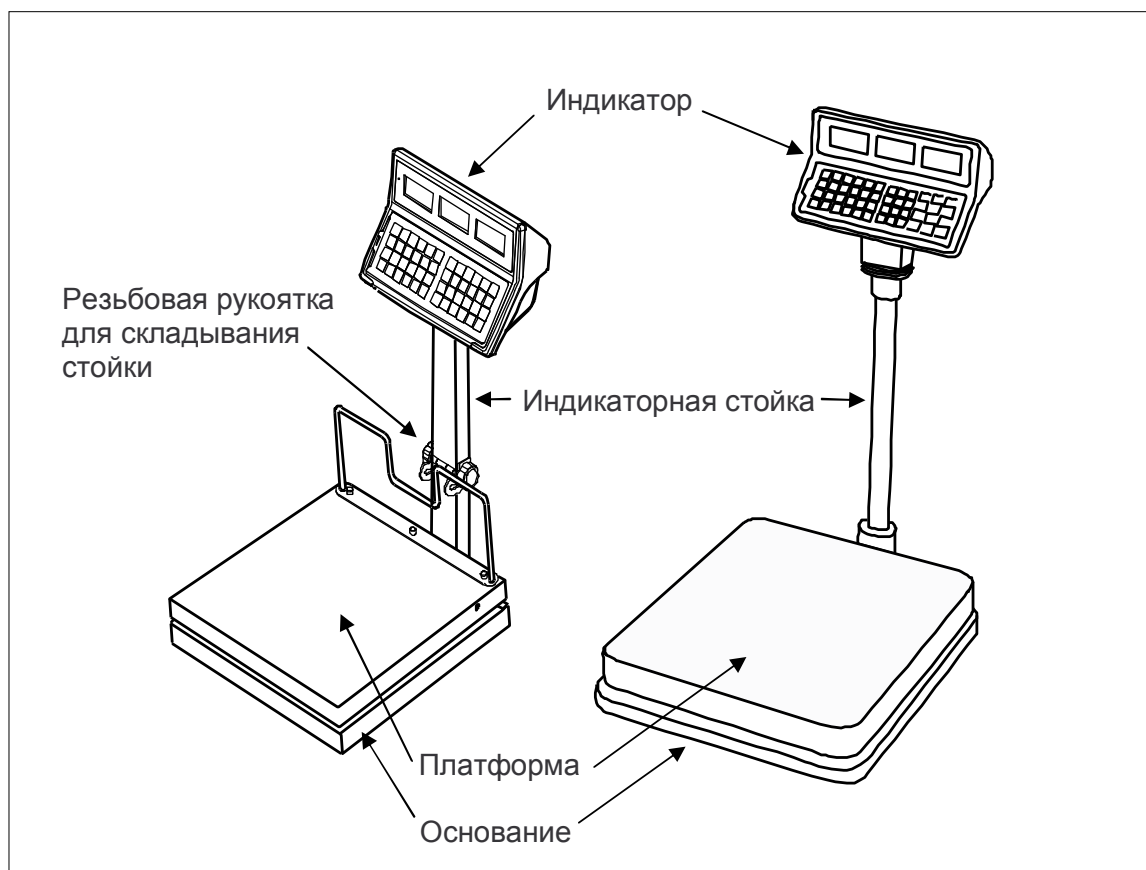

Рисунок 4.1 Общий вид, основные конструктивные элементы
Перед эксплуатацией необходимо произвести сборку весовой системы. Основные составляющие элементы весовой системы иллюстрированы на рис. 4.1.
- Установите индикаторную стойку на основание весов (см. рис. 4.1).